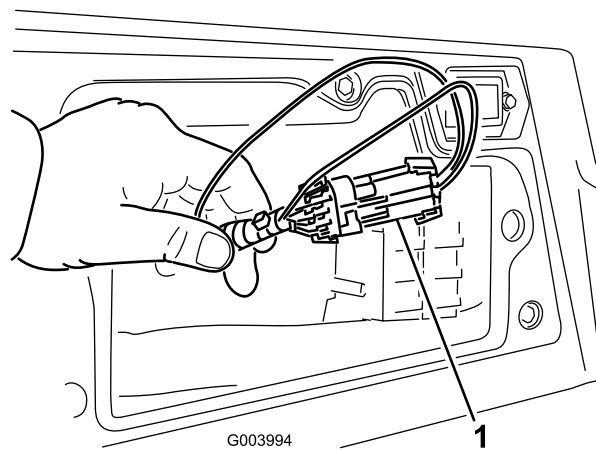

Figure 48
3. Localisez le faisceau de câblage et les connecteurs près du module de commande (Figure 48).